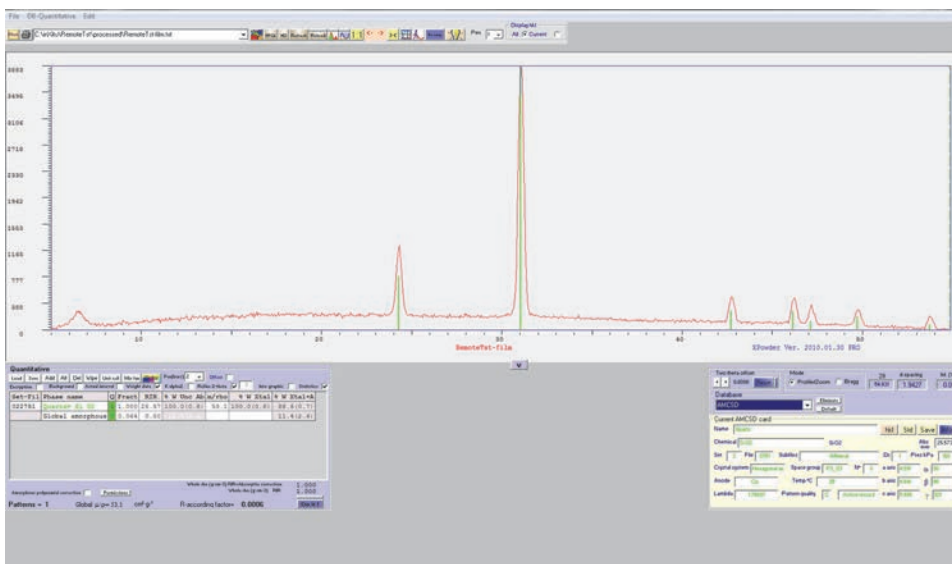

Figura C-11 Tela quantitativa
13. Na janela XPowder, clique em **Quantitative > LS-RIR Database Cards** para visualizar uma análise e um resumo semiquantitativo da razão de intensidade relativa (veja Figura C-11 na página 90).